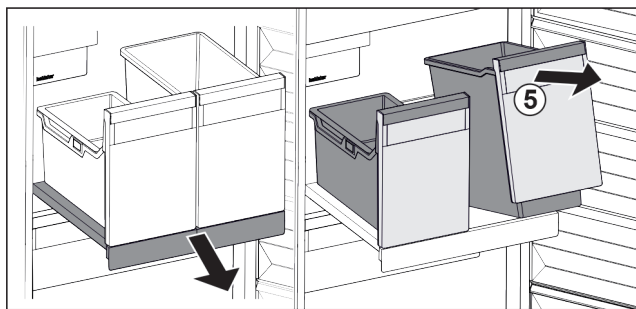

Fig. 99
- ▶ Emelje meg a tároló Fig. 99 (5) elejét.